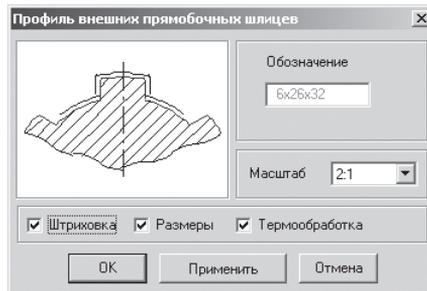

Рис. 3.40. Диалоговое окно **Профиль внешних прямобочных шлицев**
- щелкните в выпадающем меню по пункту **Профиль шлицев**. Появится диалоговое окно **Профиль внешних прямобочных шлицев**, см. рис. 3.40;